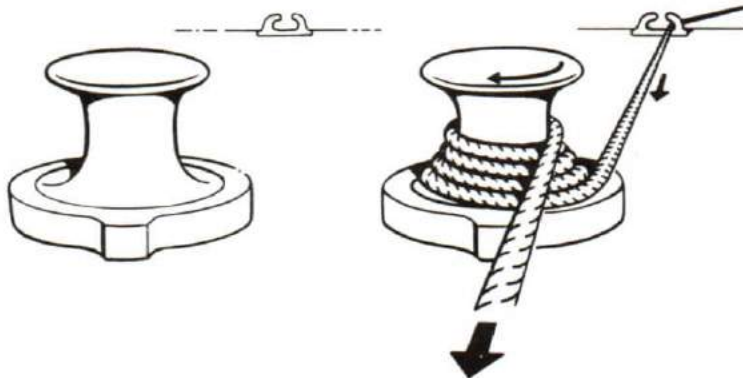
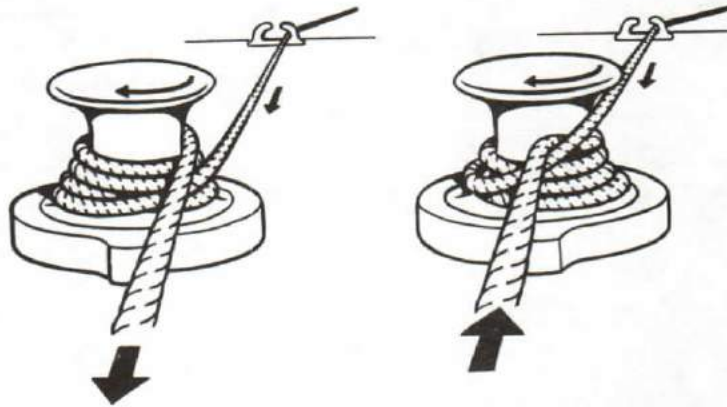

Figure 11-6
Figure 11-7
2. Often when coming alongside it will be necessary to use a capstan or winch to heave on one of the berthing lines. When turns are taken on a capstan, a rope is said to be brought to. Turns are taken as shown in Figure 11-6. When the capstan is running, great care must be taken that no riding turns form. If this happens, the rope will jam. See Figure 11-7.
2. En arrivant à quai, il faudra souvent se servir d'un cabestan ou d'un treuil pour virer l'une des amarres. Quand on prend des tours sur le cabestan, on dit que l'on garnit le cordage. On fait les tours tel qu'indiqué à la figure 11-6. Pendant que le cabestan tourne, il faut s'assurer que les tours ne se croisent pas, ce qui ferait coincer le cordage (voir la figure 11-7).